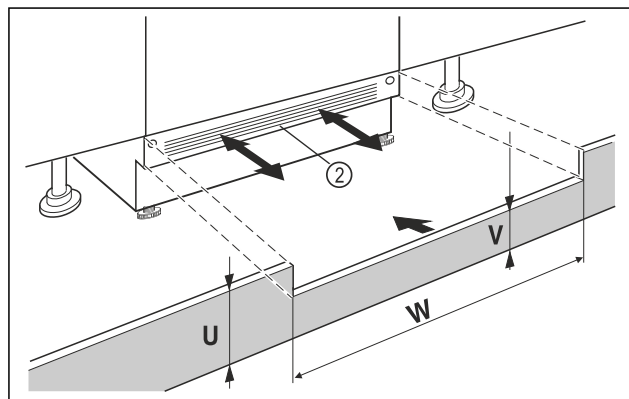

Fig. 13 Príkladné zobrazenie
- Nasadte podstavcový kryt zariadenia Fig. 13 (2), ale ešte ho neupevňujte.
- Pri viditeľnom podstavcovom kryte Fig. 13 (2) tento potiahnite dopredu tak ďaleko, aby predná hrana vetracej mriežky a podstavcového krytu nábytku tvorili jednu rovinu.
- Pri zakrytom podstavcovom kryte Fig. 13 (2) tento posuňte úplne dozadu.
- Dávajte pozor na úplne voľnú vetráciu štrbinu: V prípade potreby prirežte výšku podstavcového krytu nábytku Fig. 13 (U)!
- Pozdĺž šírky výklenku Fig. 13 (W) prispôbte výšku medzisteny Fig. 13 (V) pod podstavcovým krytom zariadenia Fig. 13 (2).